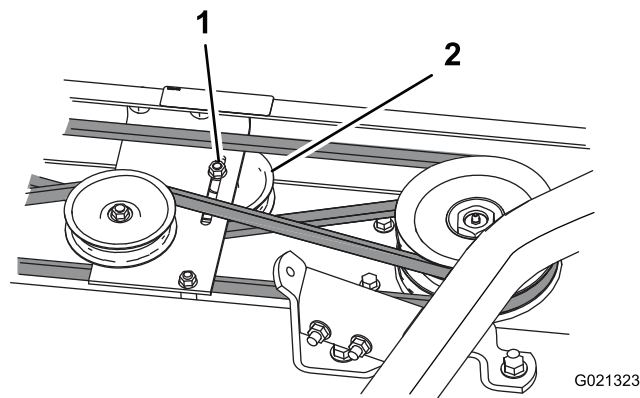

図 24
3. アイドラプーリをゆるめてベルトのテンションをなくす 図 24。
4. ギアボックスを固定しているキャリッジボルト、ロックワッシャ、ナットを外す。ギアボックスを持ち上げて外し、デッキの上に置く 図 24。
7. アイドラプーリをベルトに押し付けてベルトに張りを与え、その状態でアイドラプーリのフランジナットを締め付ける 図 24。